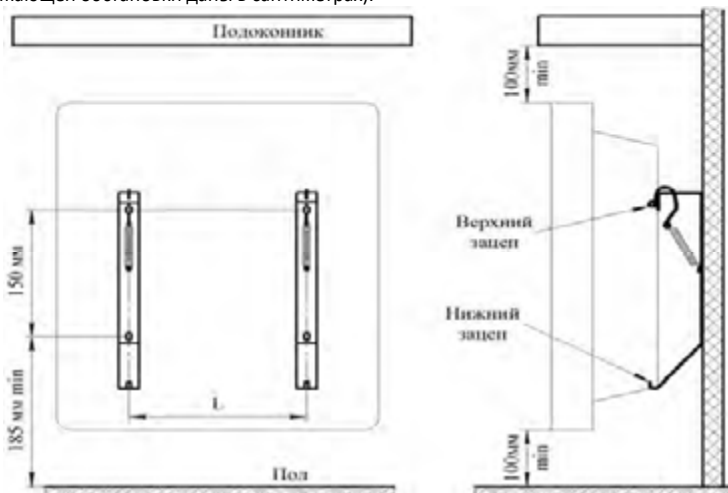

Рис.2
- закрепить кронштейны настенного крепления по координатам указанным на Рис.2, выдерживая минимальные расстояния: до пола -200 мм, окружающих предметов - по бокам 150 мм, над конвектором 500 мм.
5.6. Совместите прямоугольные отверстия на задней стенке конвектора с верхними зацепами кронштейнов (рис. 2) и наденьте конвектор на зацепы. Потяните конвектор вверх до момента фиксации нижних зацепов кронштейнов в отверстиях воздухозаборной решётки конвектора.